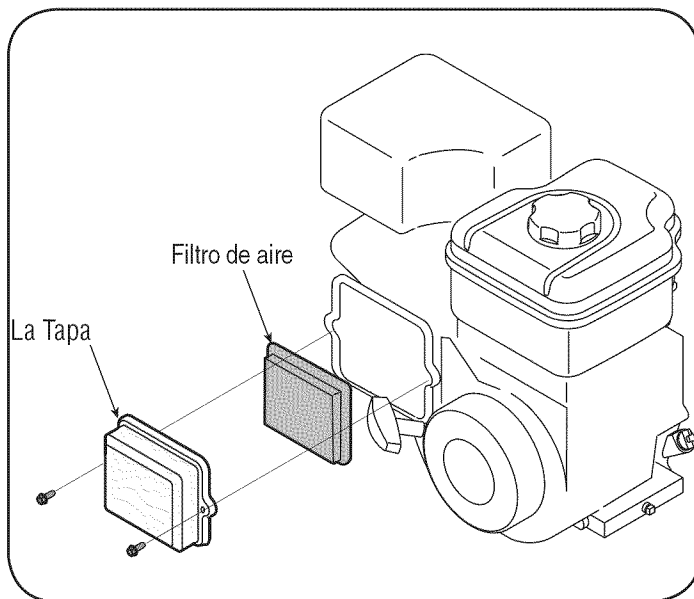

Figura 12
2. La tapa abierta y quite Filtro de aire. Vea la Figura 12.